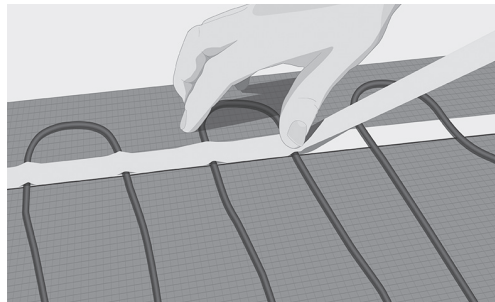

Fig. 8. Fäst kabeln med maskeringstejp
- Fäst kabeln med maskeringstejp ovanpå kabeln och den dubbelhäftande tejp. Tryck fast tejpens ordentligt på kabeln för att förebygga att det bildas lufthåligheter under appliceringen av täckmaterialet (Fig. 8).